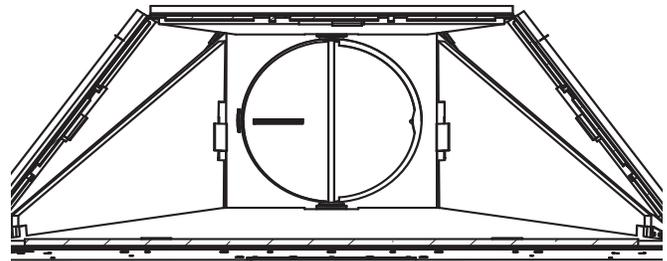

FIG.3
- C. Retirez les vis des supports latéraux inférieurs et enlevez les panneaux latéraux supérieurs. (FIG.3)
- D. Glissez le panneau supérieur dans la chambre de combustion et installez les 4 supports retirés à l'étape C. (FIG.3)
- F. Glissez les panneaux latéraux puis le panneau arrière dans la chambre de combustion et installez les supports. (FIG.3)